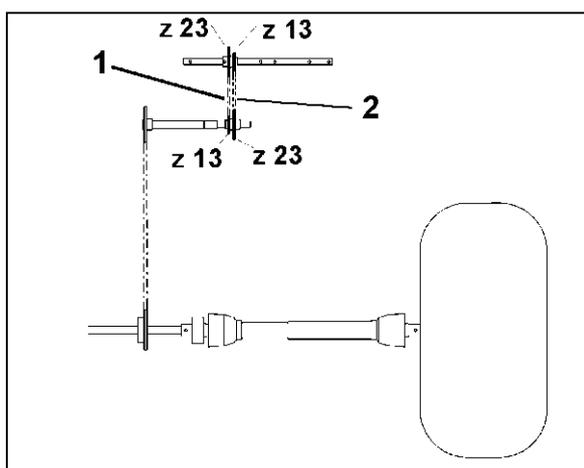

Fig. 14
- Transmisión lenta para cantidades normales (Fig. 14/1).
- Transmisión rápida para cantidades grandes (Fig. 14/2).